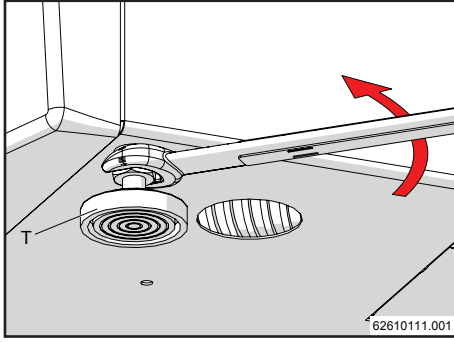
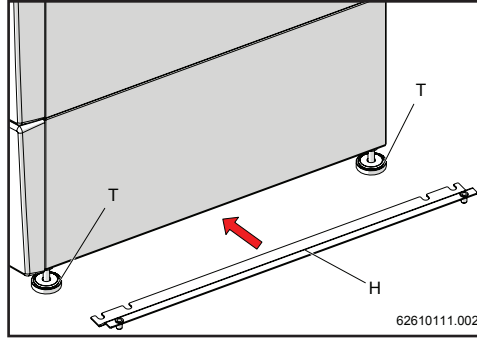

Figure 15-32
Figure 15-33
- 1.- Desserrer, avec la clé anglaise appropriée, les pieds réglables de l'appareil "T" (figure 15-32), insérez le support "H" et resserrez les pieds "T" (figure 15-33 et 15-34). Répétez la même procédure de l'autre côté.